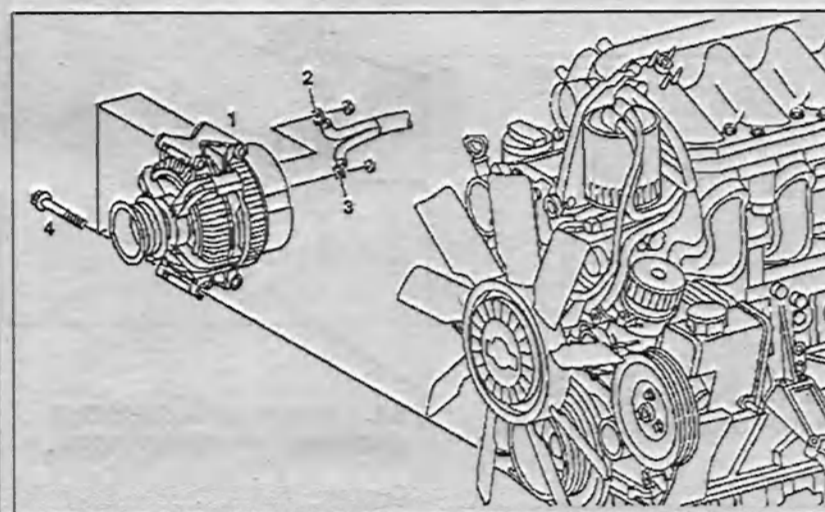

Рис. 3.56. Снятие и установка генератора:
3. Отсоедините провода 2 и 3 от генератора 1 (рис. 3.56).